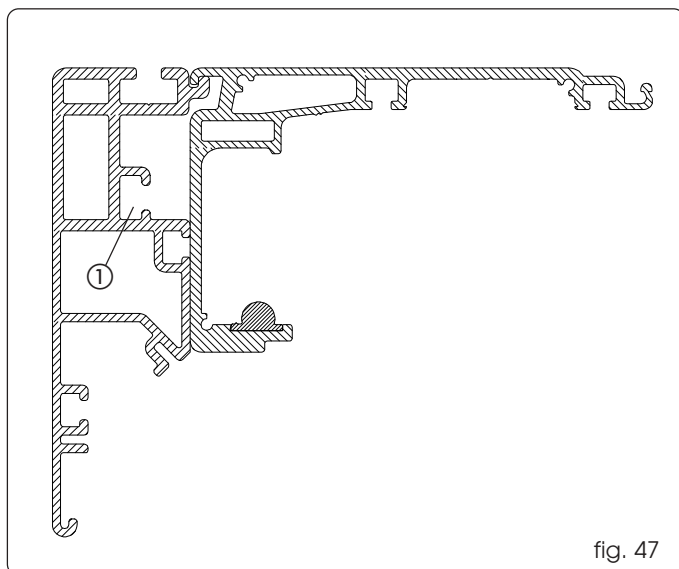
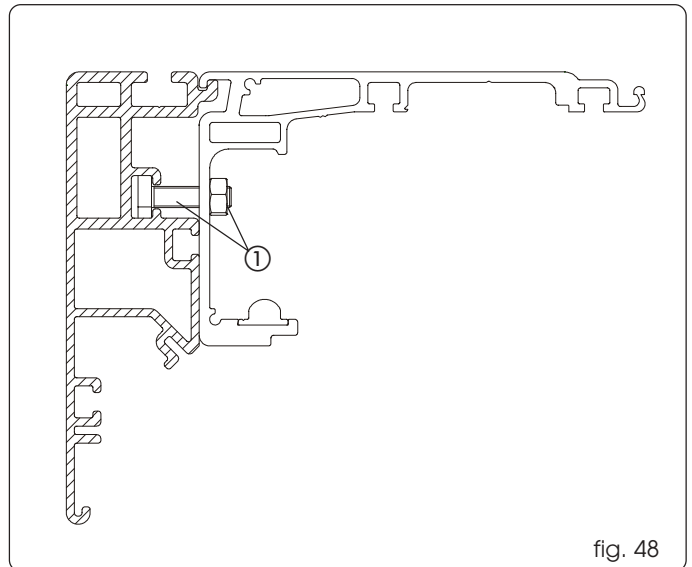

fig. 47
fig. 48
Steek de trekschroeven M8 (het aantal stangen varieert op grond van de lengte van de dwarsbalk) in de uitsparing die daarvoor in het zelfdragende profiel is gemaakt (fig. 47, ref. ①). Bevestig het steunprofiel aan het zelfdragende profiel (fig. 47) en assembleer hen met de trekschroeven en moeren, ter hoogte van de horizontale uitsparingen die in het steunprofiel zitten (fig. 48, ref. ①).